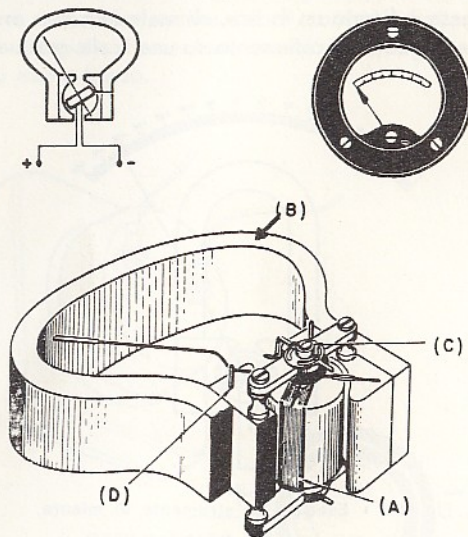

Fig. 1.6 - Parti componenti uno strumento di misura a bobina mobile.
La fig. 1.6 mostra le varie parti componenti di uno strumento di misura. Con (A) è indicata la bobina mobile, disposta intorno al nucleo di ferro del magnete permanente. Con (B) è indicato l'intero magnete permanente. Con (C) è indicato il complesso di stabilizzazione e di sostegno della bobina mobile, costituito da una delle due spiruline metalliche, generalmente di bronzo, e da uno dei minuscoli perni d'acciaio, con punta di zaffiro.